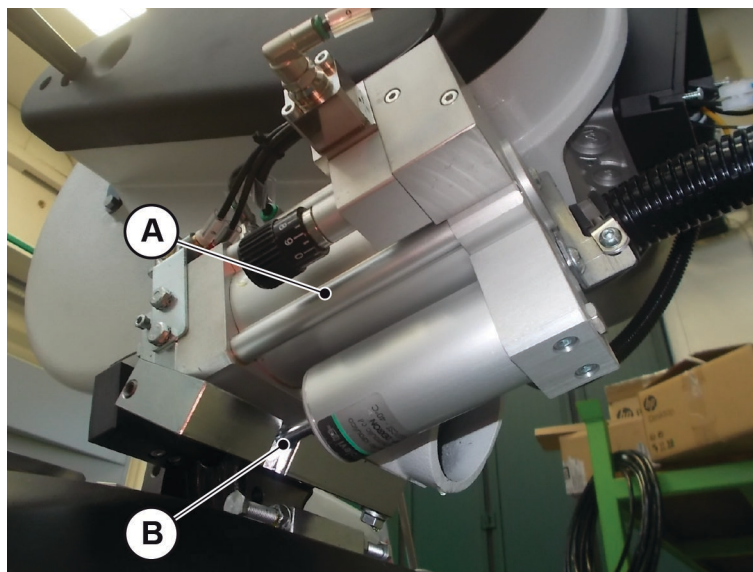

Fig. 09-03
- Toutes les semaines : vérifier la présence d'huile dans le cylindre oléopneumatique "A" (**Fig. 09-03**), car en défaut la vitesse de coupe ne serait plus réglable, ce qui risquerait de compromettre l'intégrité de la lame. Lorsque la goupille "B" (**Fig. 09-03**) (qui sort normalement du cylindre comme indiqué dans la figure) est complètement rentrée à dans le corps du cylindre, c'est l'indice du manque d'huile et le cylindre doit être immédiatement remplacé.